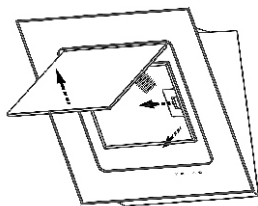

рис. 4
8.3 Для очистки алюминиевого фильтра извлеките его из вытяжки (рис.4). Произведите очистку фильтра с помощью щетки горячим водным раствором нейтрального моющего средства вручную или в посудомоечной машине (при 60°C). Сильно загрязненный фильтр не следует мыть в посудомоечной машине вместе с посудой. Старайтесь не сгибать фильтр при мойке. Возможное изменение цвета фильтра, с течением времени, не приводит к снижению эффективности его действия.
Чтобы снять алюминиевый фильтр, нажмите на пружинный замок фильтра и потяните его на себя (рис. 4).